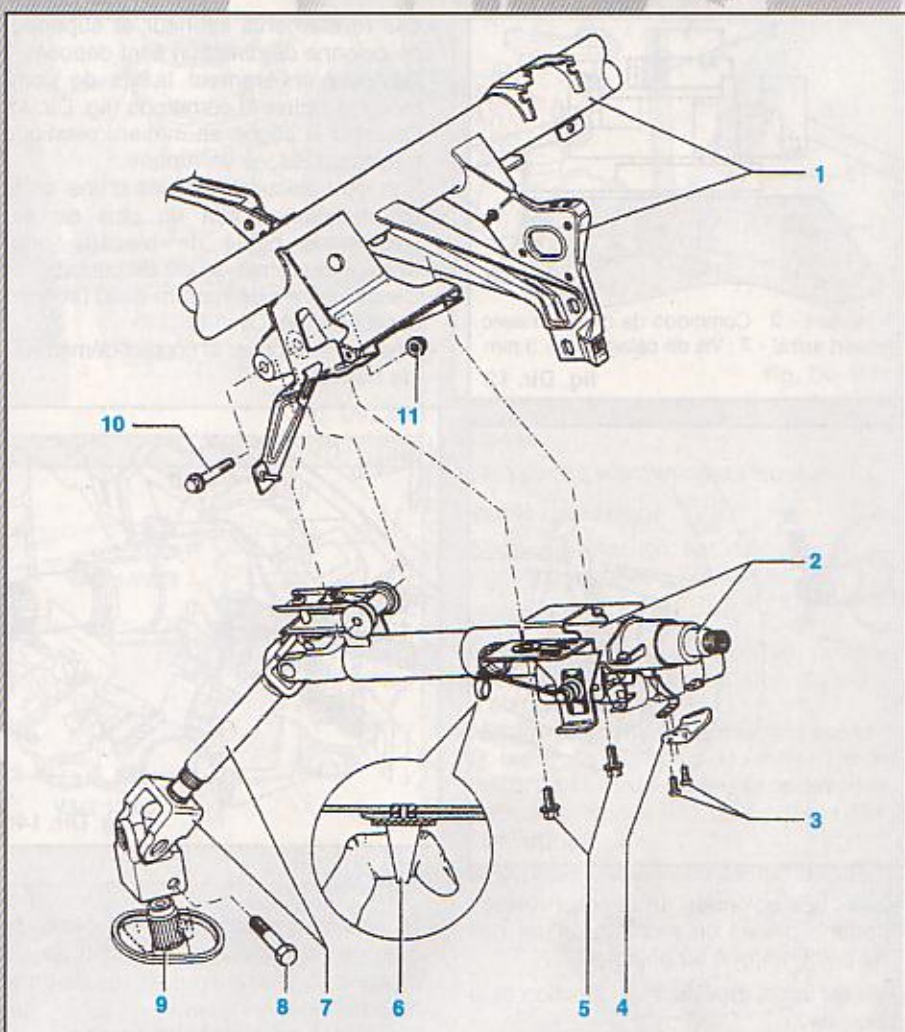

fig. Dir. 10
- Les colonnes de direction neuves livrées comme pièce de rechange sont freinées par une sécurité de transport (6) (fig. Dir. 10).